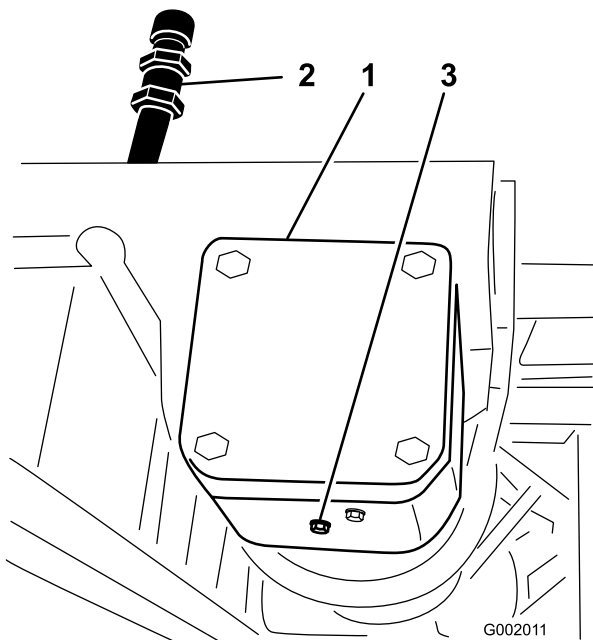

Bild 69
2. Stellen Sie eine Wanne unter die Ablassschraube am Pumpenantriebsgetriebekasten (Bild 69).
3. Nehmen Sie die Einfüll- und Ablassschraube (Bild 69) ab, damit das Öl in die Wanne ablaufen kann.